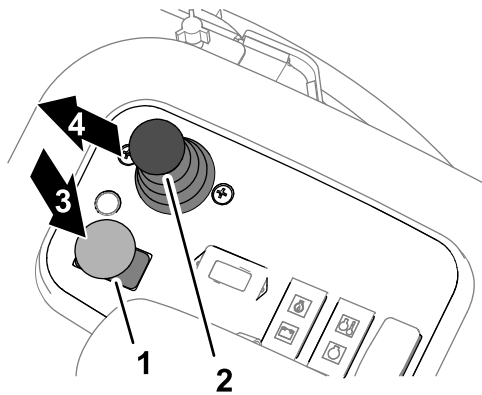

Figure 35
3. Placez la commande des unités de coupe en position DÉSENGAGÉE (Figure 35).
5. Utilisez le levier multifonction pour abaisser les unités de coupe (Figure 35).